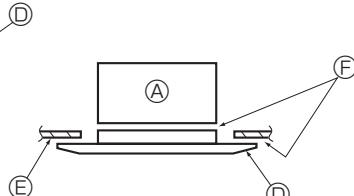

Fig. 5-8
- Sicherstellen, dass sich zwischen der Hauptgerät und dem Gitter oder dem Gitter und der Decke keine Lücken befinden. (Fig. 5-8)
① Hauptgerät
② Elektrokasten
③ Schraube mit Unterlegscheibe (Zubehör)
④ Gitter
⑤ Decke
⑥ Lückenlose Installation sicherstellen.
⑦ Provisorische Aufhängungshaken an der Platte